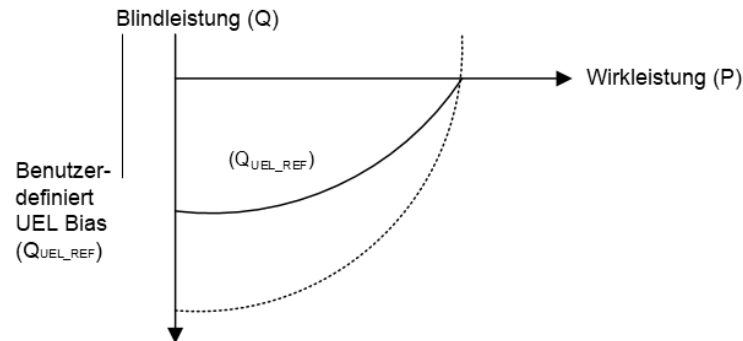

Abbildung 33-11. Untererregungsbegrenzer-Referenz
1. Die interne UEL-Betriebskennlinie ist so konzipiert, dass sie die Betriebsgrenzen des Generators auf der P-Q-Ebene initiiert, wie in Figure 33-11 dargestellt. Der UEL-Sollwert (Q_{UEL_REF}) wird auf der Grundlage des Benutzereingabeparameters „UEL Bias (Q_{BIAS})“ und der Wirkleistung (P) wie folgt erzeugt: